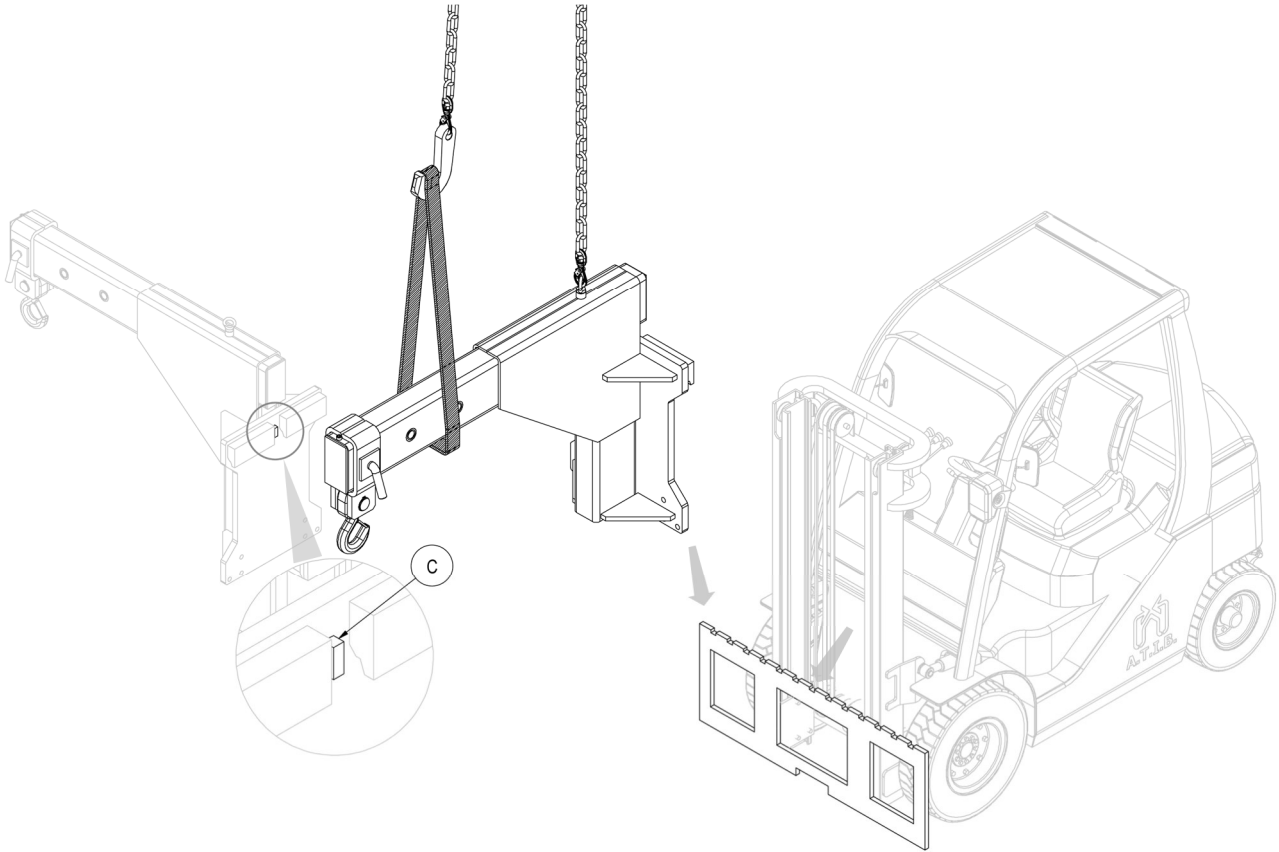

Figure 4
5. Avec un pont roulant ou un palan d'une portée suffisante, positionner l'équipement sur le tablier porte-fourches, en prenant soin d'encastrer la dent de centrage **C** dans l'encoche centrale de celle-ci (voir *Figure 4*).
3. Soulever ensuite l'équipement avec un pont roulant ou un palan d'une portée suffisante et le retirer du chariot (voir *Figure 4* à la page 11).